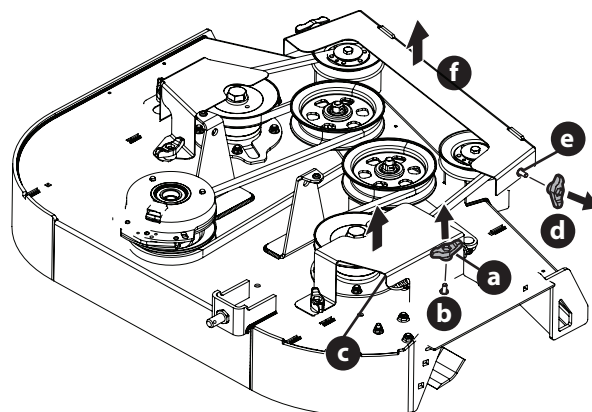

Fig. 41
3. Retirez les boutons à oreilles (a) des vis de carrosserie (b) qui fixent les couvercles des courroies latérales (c) au plateau de coupe et retirez les couvercles des courroies latérales (Fig. 41).
4. Retirez les boutons à oreilles (d) des vis de carrosserie (e) qui fixent le couvercle de la courroie avant (f) au plateau de coupe et retirez le couvercle de la courroie avant (Fig. 41).